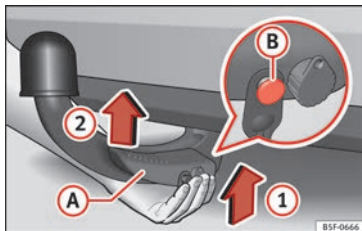

Bild 224 Montera borttagbar dragkrok / utlösningssbult upplåst
- Håll den borttagbara dragkroken **underifrån** » **bild 224** och för in den i dragkrokens fäste i pilens riktning **(1)** till den klickar fast. » **△**.